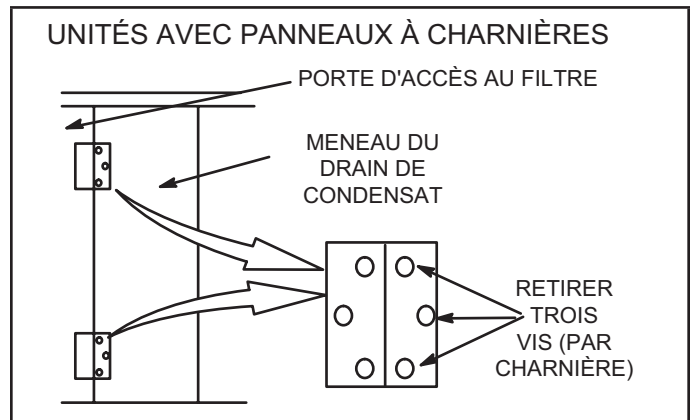

FIGURE 7
- 2 - Retirez les six vis de la porte d'accès aux filtres. Reportez-vous à la FIGURE 7.